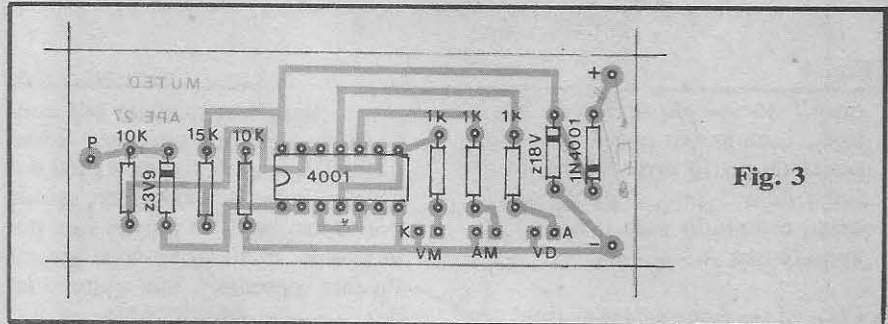

Fig. 3
- FIG. 3 - "Chapeado" da montagem (placa agora vista pelo lado **não cobreado**, com todos os principais componentes colocados). Atenção às posições do Integrado (extremidade com a marquilha voltada para a posição do resistor